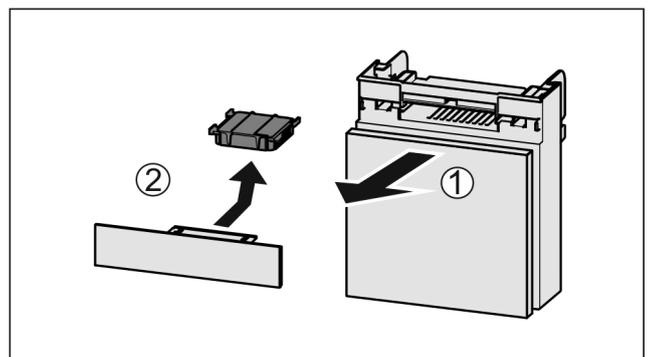

Fig. 185
- Retire el compartimento hacia delante Fig. 185 (1).
- Retire el filtro de carbón activo Fig. 185 (2).